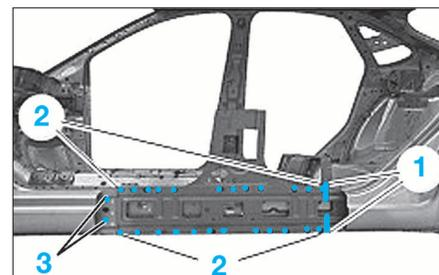
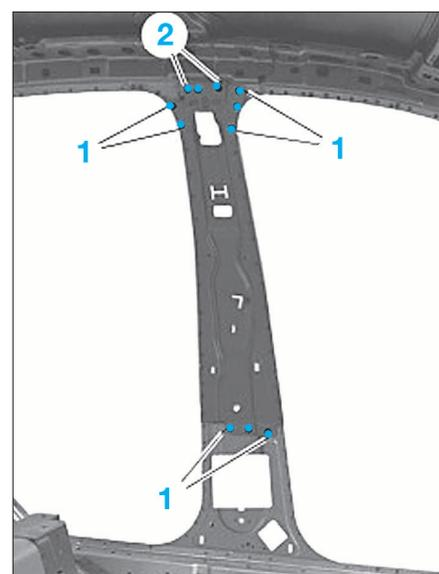

FIG. 57
FIG. 58
- Découper la partie intérieure de pied milieu suivant la ligne de coupe (1) (Fig.57).
- Souder en cordon continu sous protection gazeuse la zone (1) (Fig.57).
- Souder par résistance par points les points (2).
- Souder par bouchonnage les points (3).
- Percer des trous Ø10mm dans la partie intérieure de pied milieu (2) (Fig.58).